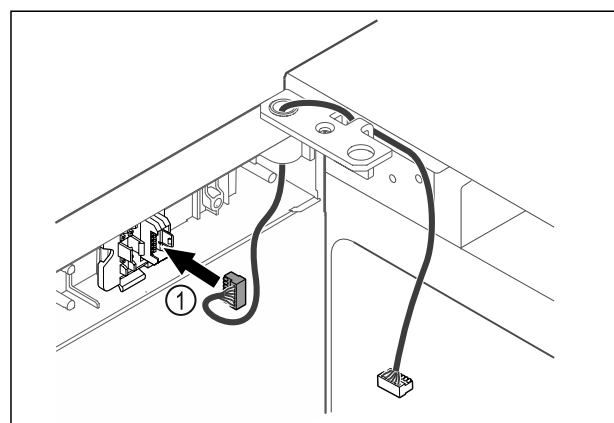

Fig. 59
- Insérer le connecteur Fig. 59 (1) dans le support.